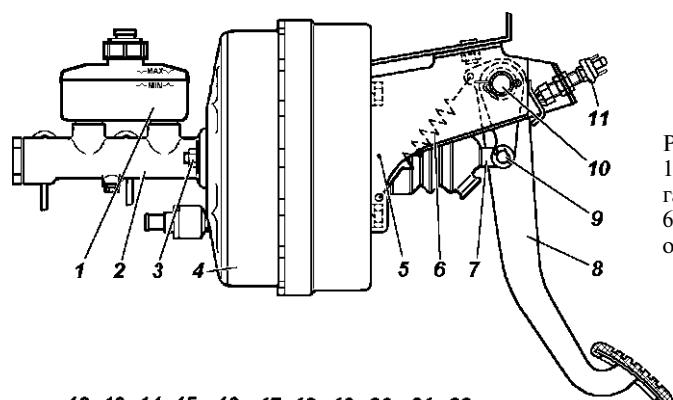
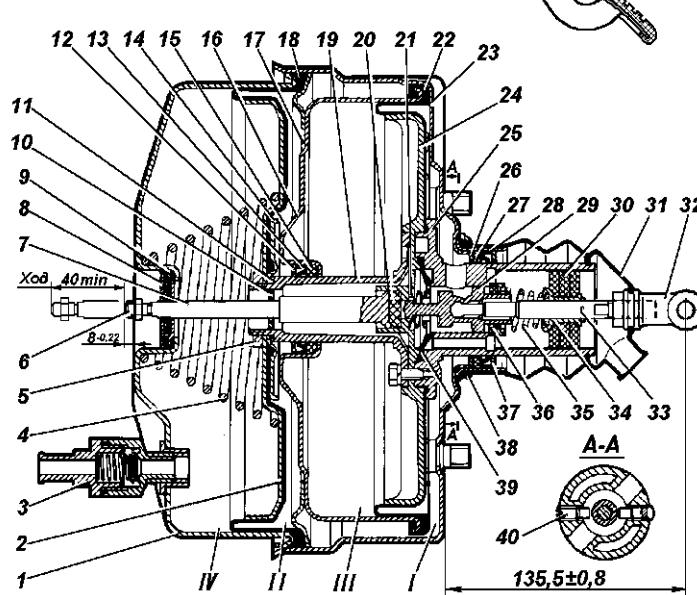

Рис. 13.3. Привод главного цилиндра:
Рис. 13.4. Вакуумный усилитель:
Привод рабочей тормозной системы (рис. 13.3) включает педаль, вакуумный усилитель (рис. 13.4), двухкамерный главный тормозной цилиндр (рис. 13.5) с датчиком уровня тормозной жидкости, трубопроводы с соединительной арматурой, блоки цилиндров передних тормозных механизмов, колесные цилиндры задних тормозных механизмов и регулятор давления (рис. 13.6), который автоматически корректирует давление тормозной жидкости в тормозных механизмах задних колес в зависимости от загрузки автомобиля.
*Регулировку свободного хода педали* производите изменением положения упора (см. рис. 13.3) выключателя 11 сигнала торможения. Затяните гайки.